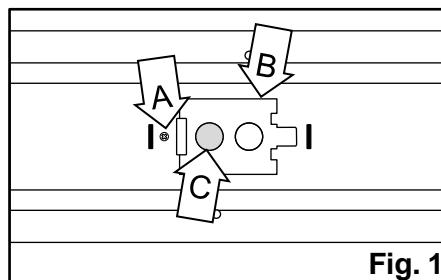

Fig. 1
1. Retire el **tornillo** (A), cerca de la **tapa de cable** (B) situado en la parte posterior del luminario. [Fig. 1]
2. Perfore una de las **entradas** (C) en la **placa de acceso** (B). [Fig. 1]
5. Coloque la **placa de acceso** (B) sobre el luminario y fíjelo con el **tornillo** (A) que retiró previamente. [Fig. 1]